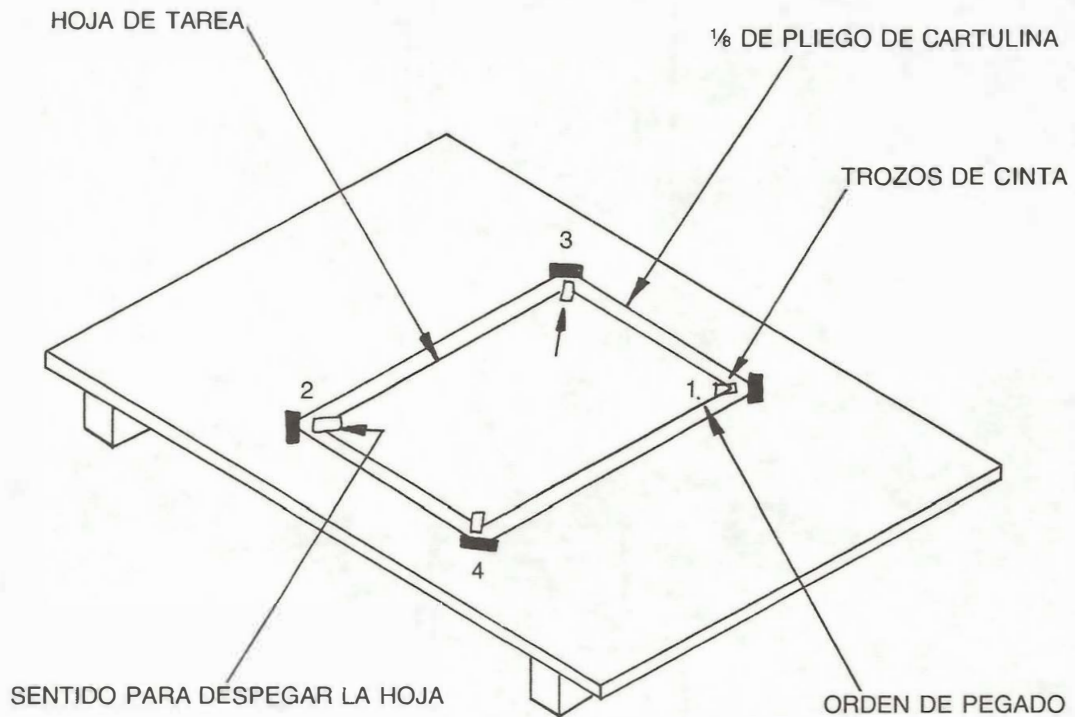

FIG. 17
- Una vez concluido el trabajo despegue la cinta, haciéndolo de adentro hacia afuera (Fig. 17).